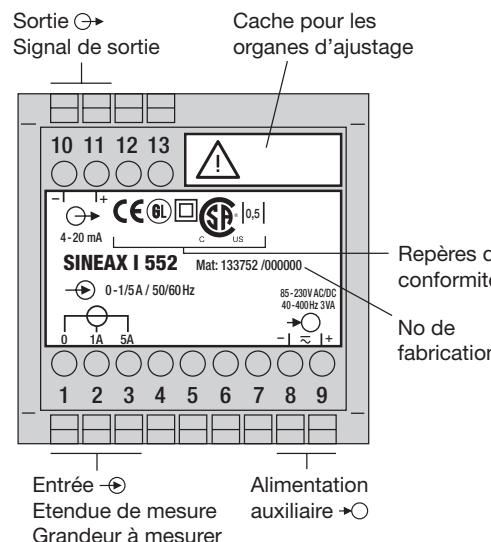

Fig. 6. Explication des inscriptions sur la plaque signalétique.
- ... que les caractéristiques techniques qui permettent de résoudre le problème de mesure correspondent aux données mentionnées sur la plaque signalétique du SINEAX I 552 (→ entrée de mesure, → sortie de mesure et → alimentation auxiliaire, voir Fig. 6)!